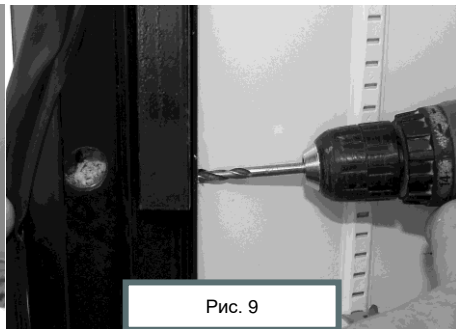

Рис. 9
3. Снять лампу и плафон со стенки холодильной камеры (при их наличии) и в полость отверстия для замка Promix-SM131.10 просверлить отверстие диаметром 6 мм (см. рис. 9).